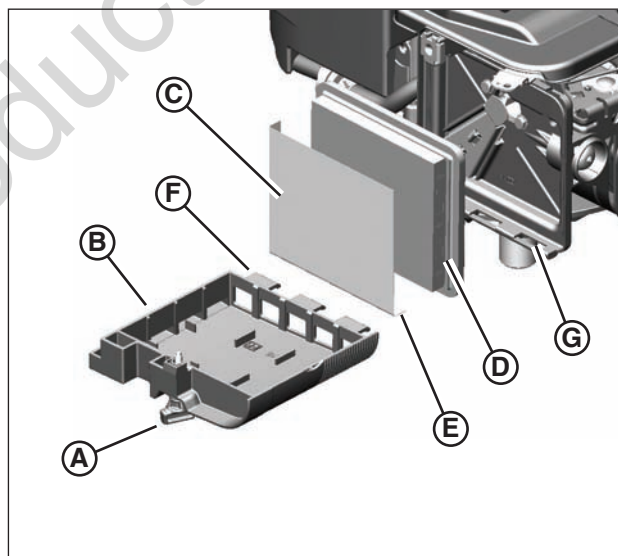

Figure 14: Filtre à air et dépoussiéreur
1. Desserrer l'attache (A, Figure 14) retenant le couvercle(B).
2. Ouvrir le couvercle et retirer le dépoussiéreur (C) et le filtre (D).
5. Attacher le dépoussiéreur sec au filtre à l'aide de la lèvre (E) du dépoussiéreur sur la partie inférieure des éléments plissés du filtre.
7. Installer les pattes (F) du couvercle dans les (G).